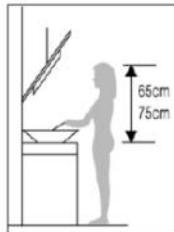

Bild 1
3. För optimal användning ska fläktkåpan monteras på avståndet 65–75 cm över spisens yta (se bild 1).